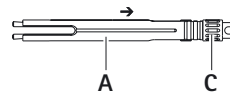

Abb. 2
- Außenhülse A so weit wie möglich Richtung Klemmschraube C zurückziehen, siehe Abb. 2.